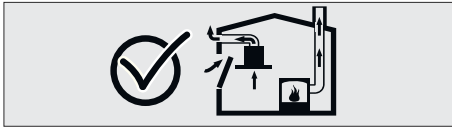

Fig. 4
- De ce fait, une entrée d'air frais nécessaire doit toujours être assurée. Fig. 4